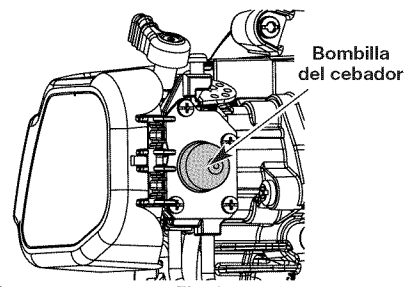

Fig. 8
3. Oprima completamente el cebador y suéltelo 10 veces. Hágalo lentamente. Se deberá ver un poco de combustible en el cebador y en las tuberías de alimentación de combustible (Fig. 8). Si no puede ver el combustible en el cebador, oprímalo y suéltelo tantas veces como sea necesario hasta que vea combustible en el mismo.